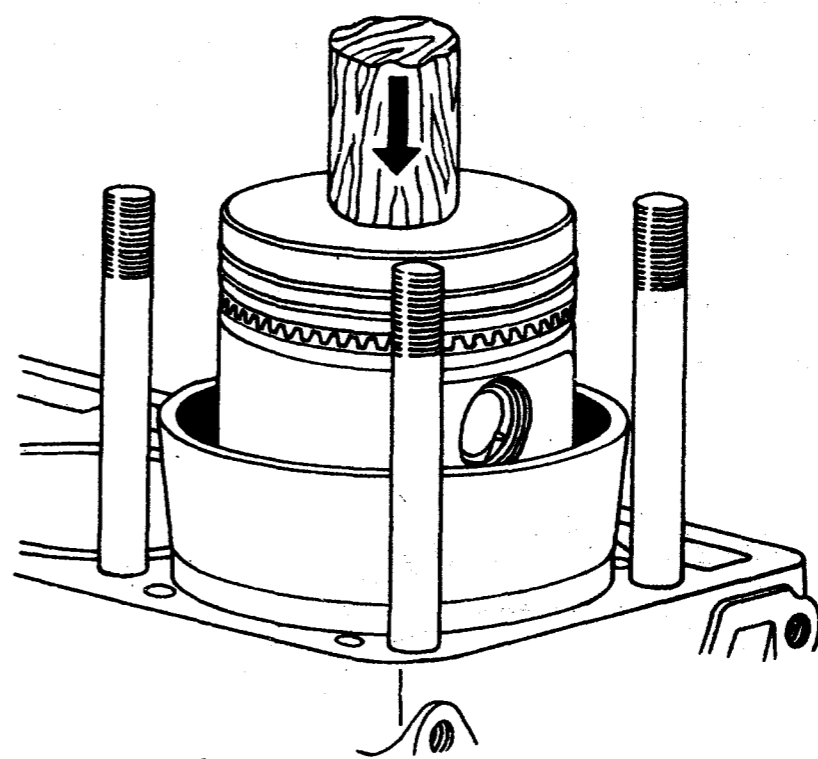

Рис. 61. Постановка поршней с кольцами в цилиндр с помощью приспособления 5-Y-III06
- надеть на болты шатунов предохранительные латунные наконечники, сжать кольца обжимкой или, пользуясь конусным кольцом 5-Y-III06, вставить поршень в цилиндр, как показано на рис. 61. Перед установкой поршня следует еще раз убедиться, что номера выбитые на шатуне и его крышке, соответствуют порядковому номеру цилиндра, проверить правильность положения поршня и шатуна в цилиндре;